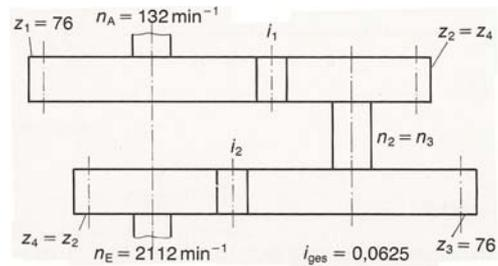

Abb.5: Getriebe SG3
- 29) Berechne zu dem Getriebe SG3 (Abb.5)  $n_2$ ,  $i_1$  und  $i_2$